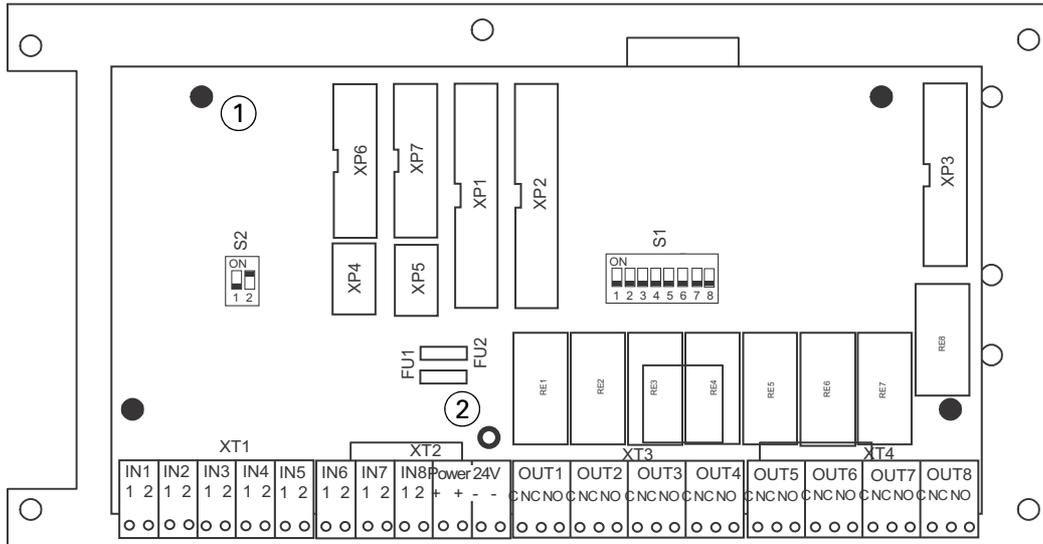

Fig. 22: IOB800 su piastra di montaggio ausiliaria
- 1 Localizzare la piastra di montaggio, codice commerciale 557.201.519. Applicare su questa piastra di montaggio colonnine a incastro da 8 mm. Inserire le colonnine nei punti indicati come voce 1 nella fig. 22.